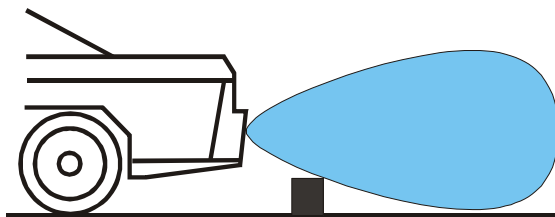

Рис. 10
**7.2** Минимальное расстояние обнаружения бордюра (и других низко расположенных объектов), т.н. ширина «вертикальной мертвой зоны», зависит от высоты и угла установки датчиков (см. рис. 10). Например при высоте установки датчиков 60 см, минимальное расстояние обнаружения бордюра высотой 20 см будет около 70 см, а при высоте датчиков 40 см и угле наклона 7° минимальное расстояние обнаружения такого бордюра будет